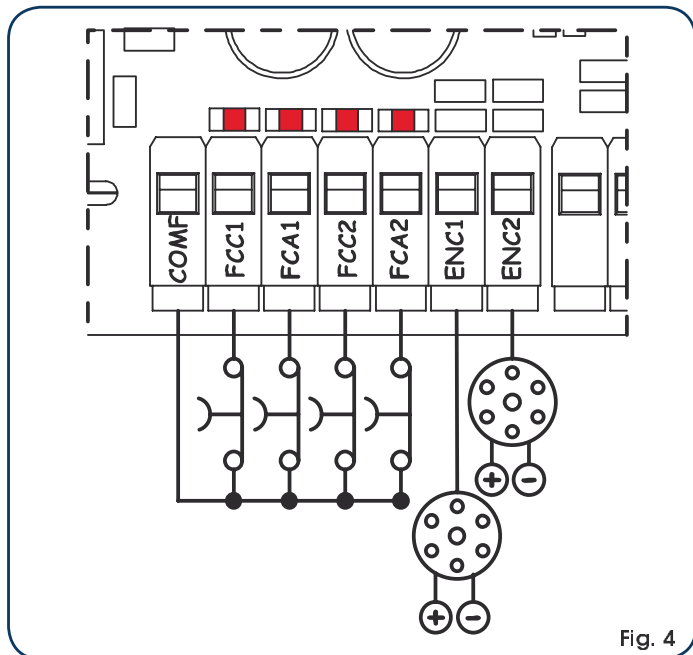

Fig. 4
5.3. BORNIER CN3 (Fig. 4)	page.24